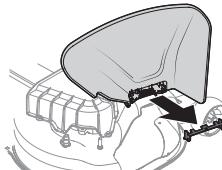

Figura 11
- Sujete el deflector del canal completamente hacia arriba, extraiga el soporte de tope. Baje el deflector del canal y deseche el soporte de tope (Figura 11).